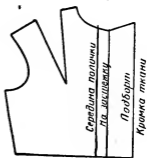

Рис. 90. Подборт, выкроенный вместе с бортом
**Подборт, выкроенный вместе с бортом.** Этот подборт выкраивают вместе с бортом полочки для изделий, которые имеют прямую линию борта. Край подборта должен быть параллелен середине полочки. Ширина борта бывает от 2 до 5 см (на застежку полочки), а подборт должен быть шире борта на 3—4 см. Край подборта рекомендуется кроить с кромкой (рис. 90).